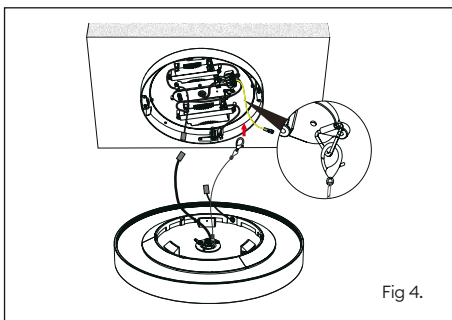

Fig 4.
8. Hold the main down light section to the base section, connect the security cable, connect the earth and 2x LED cables, taking care to match up the labels on the LED cables. (fig 4)
11. Hold up the main down light section to the base section, connect the security cable and connect earth and LED cable (fig 4).
8. Appliquez la section downlight à la base, connectez le câble de sécurité, connectez le fil de terre et les 2 fils LED, en prenant soin de faire correspondre les marques sur les fils (fig. 4).
11. Appliquez la section downlight à la base, connectez le câble de sécurité, connectez le fil de terre et les fils LED (fig. 4).